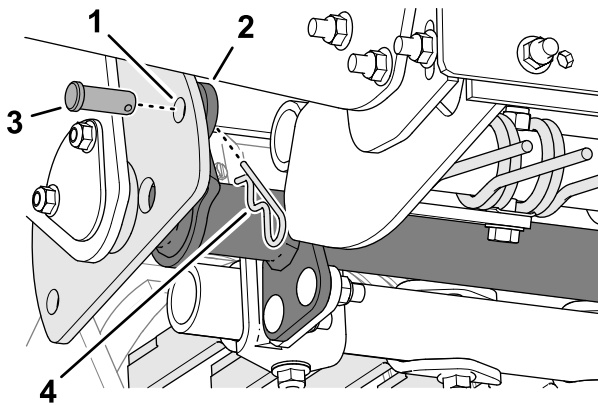

図 38
6. マルチツールアームの穴を角度選択プレートの穴に合わせる **図 38**。